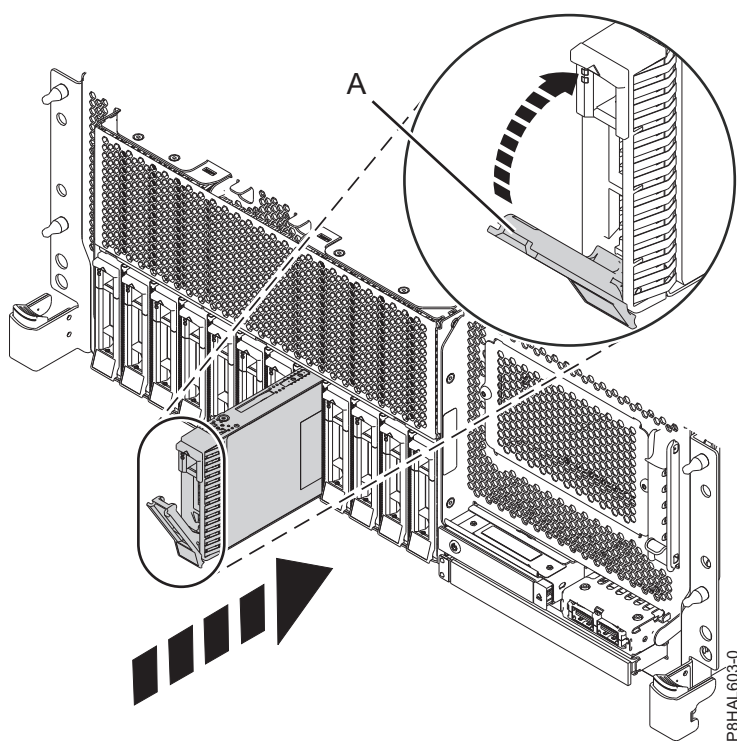

Figura 79. Substitució d'una unitat de disc d'un sistema de funció bàsica muntat en bastidor
3. Desbloquegeu la nansa del compartiment d'unitats (A) prement-la i estirant-la cap a vosaltres. Si la nansa no s'estén del tot, la unitat no podrà lliscar en el sistema. Consulteu Figura 79, Figura 80 a la pàgina 87, Figura 81 a la pàgina 88 i Figura 82 a la pàgina 89.
7. Quan el LED d'identificació es torni sòlid, moveu la unitat fins al fons del sistema i pressioneu la nansa de la portadora d'unitats (A) fins que quedi bloquejada, tal com es mostra a la figura següent. Figura 79, Figura 80 a la pàgina 87, Figura 81 a la pàgina 88 i Figura 82 a la pàgina 89.